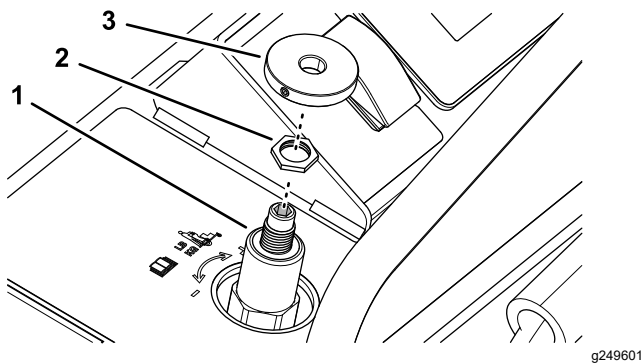

Рисунок 59
1. Необходимо, чтобы установочный винт на ручке корректировки веса оператора вращался против часовой стрелки в достаточной степени, чтобы ручку можно было надеть на вал клапана корректировки веса оператора (Рисунок 59).
2. Убедитесь, что контргайка на валу клапана корректировки веса оператора затянута (Рисунок 59); см. пункт 6 в разделе Настройка клапана корректировки веса оператора \(страница 57\).
3. Наденьте ручку на вал клапана корректировки веса оператора (Рисунок 59).
3. Ослабьте контргайку на клапане корректировки веса оператора; см. Рисунок 59 в разделе Установка ручки корректировки веса оператора \(страница 56\).